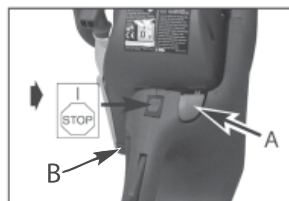

Рис. 9А
8. После первого хлопка в глушитель рычаг управления воздушной заслонкой (G) поставьте в среднее положение. (Рис. 9Д)